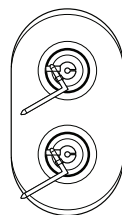

Figura 9: Ensamblaje del elemento calentador de secado
6. Desconecte los conectores de cableado del elemento calentador. Consulte la Figura 9.